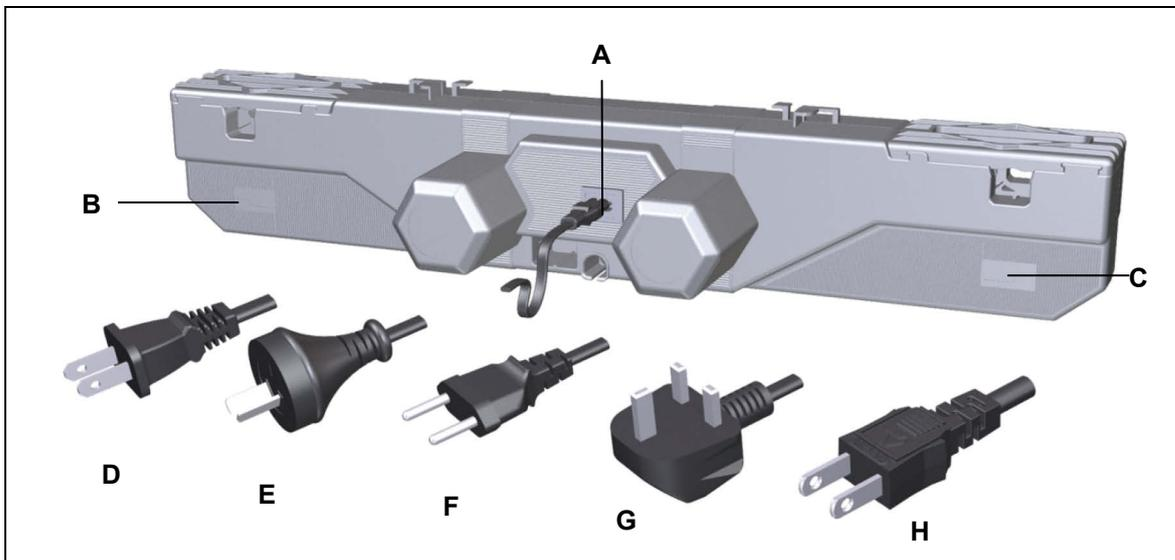

Abbildung 2 Varianten der steckbaren Netzanschlussleitung bei OKIMAT IPS
- 3 Bringen Sie den OKIMAT in die richtige Position zur Applikation. Die Aufnahmen für die Rücken- und Beinseite müssen den jeweiligen Beschlägen an der Applikation zugeordnet sein (Symbole am OKIMAT siehe Abbildung 2).